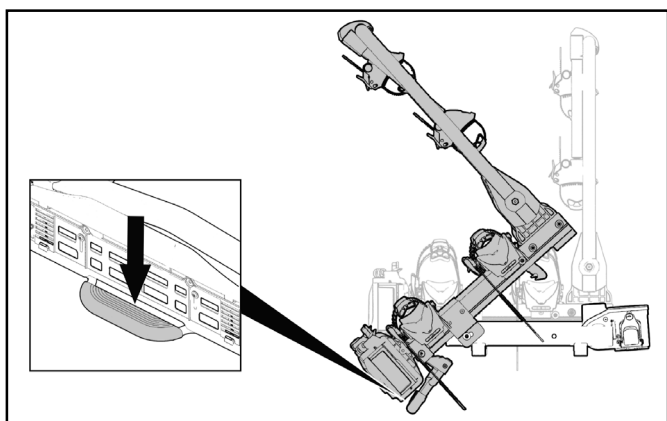

Figura 23 Ripiegamento del portabiciclette
- ▶ Durante l'abbassamento, tenere saldamente il portabiciclette dalla bicicletta. Allentare il blocco con il piede e con la mano ribaltare il portabiciclette verso il basso (figura 23).